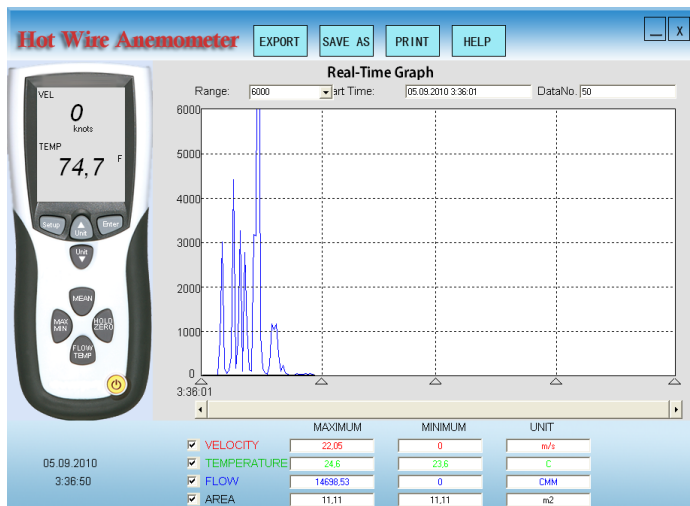

Рис. 3
- a. Запустите файл МЕТЕР.exe. См. рис. 3.